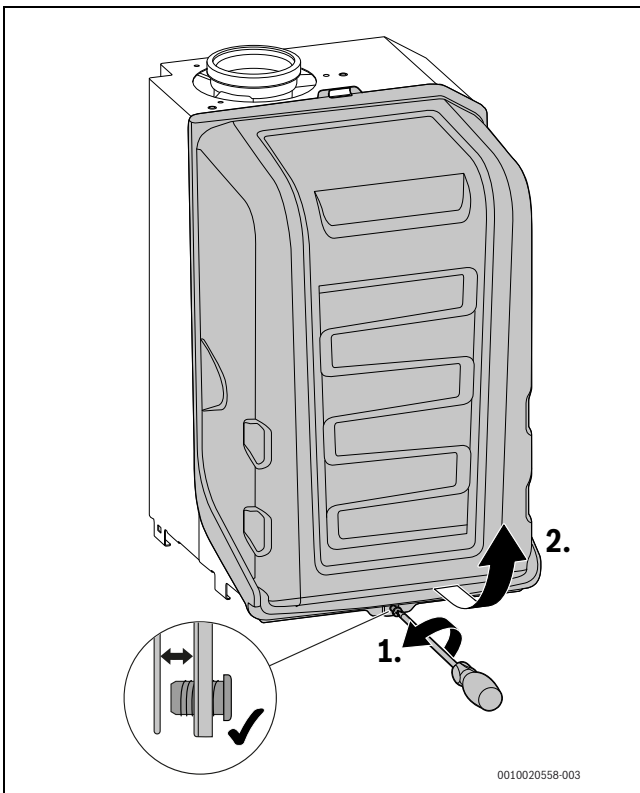

Bild 14 Brennerhaube abnehmen
- ▶ Brennerhaube abnehmen (→ Bild 14, Seite 72).